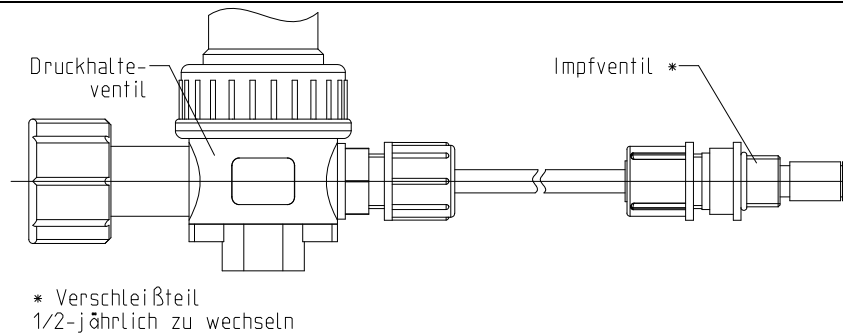

Abb. 1: Anschluss GENODOS®-Dosieranlage DM-B
- Die Dosierleitung zur Dosierstelle ist sicher und knickfrei zu installieren. Die Dosierleitung ist so kurz wie möglich auszuführen. Die Montage der Dosierleitung ist in Abb. 1 dargestellt.